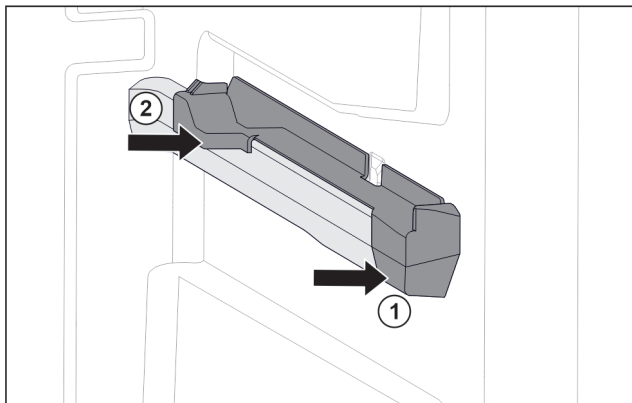

Fig. 103 Natični nastavek na desnemu nastavku za posodo
- Natični nastavek spredaj namestite na nastavek za posodo. Fig. 103 (1)
- Pritisnite natični nastavek zadaj. Fig. 103 (2)